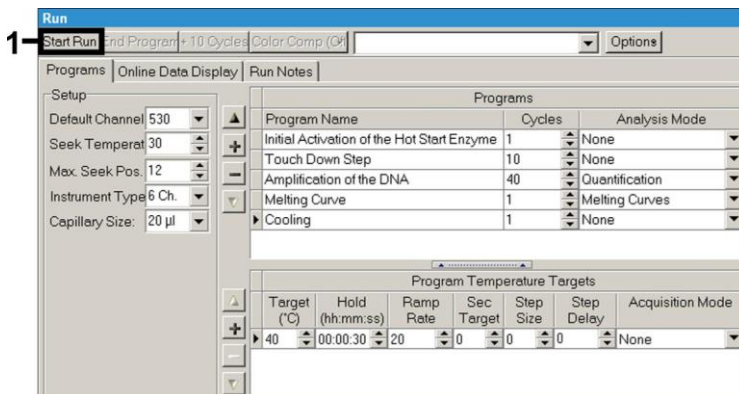

Fig. 13: Démarrage du cycle de PCR.
- Pour démarrer le cycle de PCR, passer au champ *Run* (Cycle) et activer la fonction *Start Run* (Démarrer le cycle) (voir Fig. 13). Le programme de